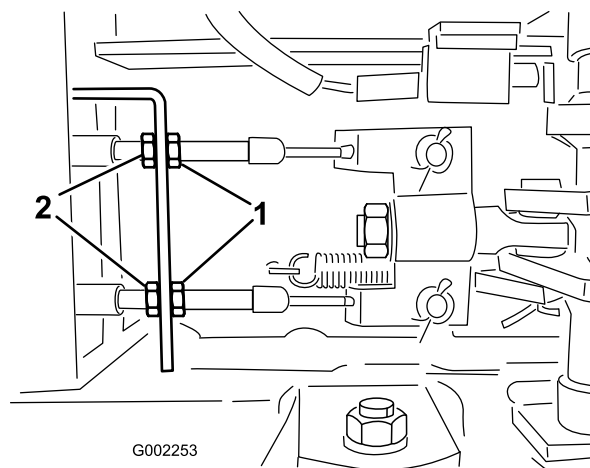

Figura 54
- Desaperte as porcas dianteiras nos cabos dos travões por baixo da parte dianteira do carro de rega (Figura 54).
6. Aperte as porcas traseiras de forma idêntica até o pedal dos travões se deslocar entre 1 a 2 cm antes de se verificar qualquer resistência (Figura 54).